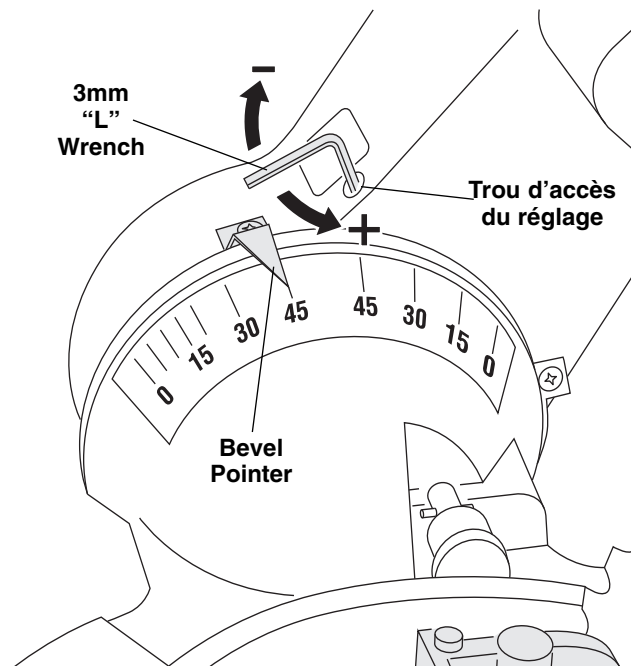

Figure 2. Réglage de la butée d'inclinaison à 45° à droite
4. Enfilez la clé en L de 3 mm dans le trou situé sur le bâti de support vertical. (Figure 2)